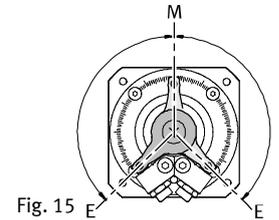

Fig. 15
5. Utilice preferiblemente ajustes angulares simétricos referidos a la bisectriz M del DSM (Fig. 15) ya que éstos originan un movimiento más uniforme entre el giro a la derecha y a la izquierda.